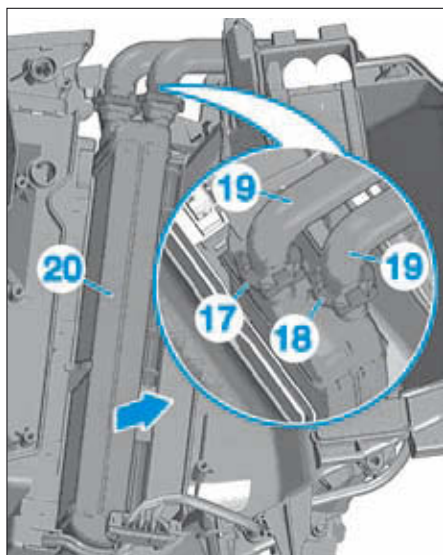
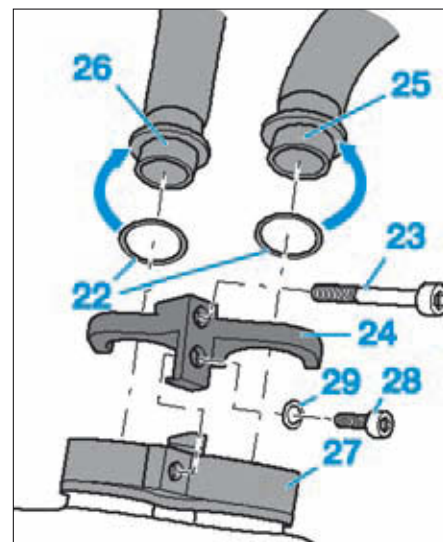

FIG. 27
FIG. 29
- Débrancher les durits d'eau (1) et (2) du radiateur de chauffage.
- Déposer les agrafes (17) et (18) des tuyaux (19) sur le radiateur de chauffage (20) (Fig.27).
- Déposer le radiateur de chauffage (20) dans le sens de la flèche.
Les agrafes (17) et (18) (Fig.27) sont irrécupérables après leur démontage. Lors de la repose, elles sont remplacées par une bride (24) fixée avec une vis fournie dans le kit de réparation (Fig.29).
- Humecter légèrement les joints neufs (22) avec du liquide de refroidissement ou de la graisse au silicone (Fig.29).